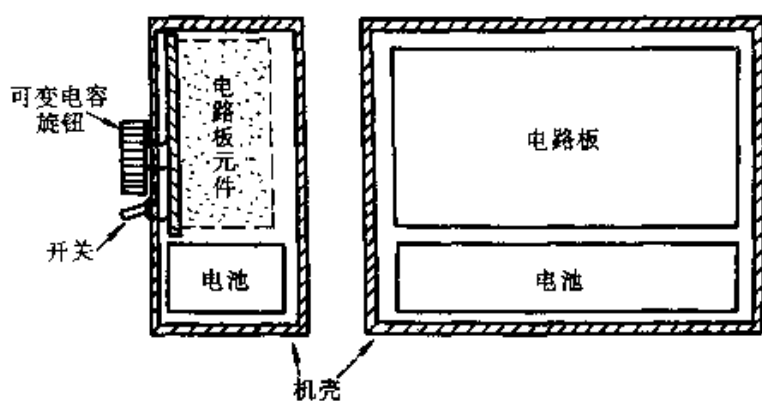

图 4-39
④ 机壳内位置结构如图 4-39 所示。电路板在上部, 电池在下部。可变电容器轴和开关柄从相应的孔中伸出, 然后将调谐旋钮固定在可变电容器轴上。